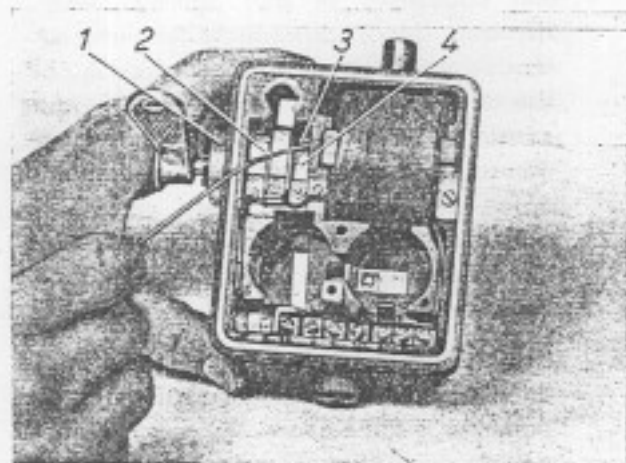

Bild 230. Zurückdrücken der hinteren Kontaktfeder mittels Draht beim Einführen der Schaltwalze
5. Mit kleinem Schraubenzieher oder starkem Draht innenliegende Kontaktfedern zurückdrücken, wie Bild 230 zeigt, und neue Schaltwalze mit eingestecktem Schlüssel unter leichter Drehung in den Spulenkasten einschieben.